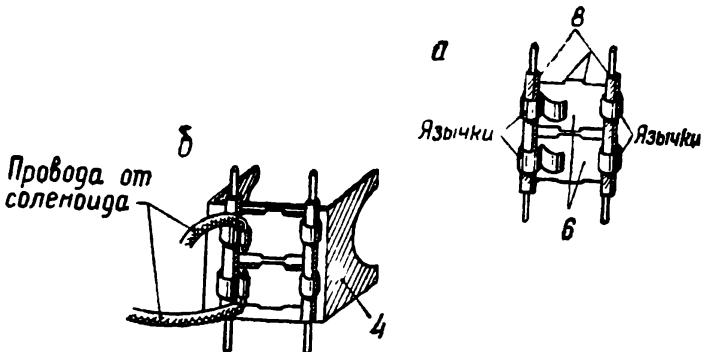

Рис. 148. Сборка лафета:
Сборка лафета показана на рис. 148. Из спичек с помощью перочинного ножа сделайте две оси (8) и зажмите их язычками контактных пластинок (6), как это показано на рисунке 148-а.
фете при помощи зубчиков контактные пластины с осями (рис. 148-б). Не забудьте, что пластины не должны касаться друг друга.